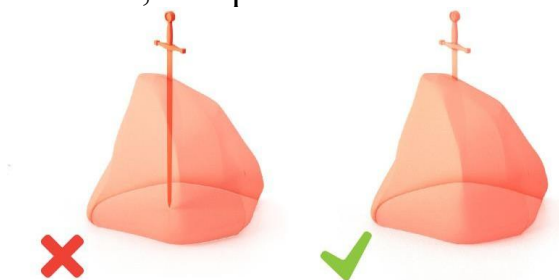

Рис.12. Пересечение поверхностей
3. **Пересечение поверхностей** (рис. 12): модель должна иметь непрерывную внешнюю оболочку, иначе внутри объекта создается поверхность бесконечно малой толщиной стенки, которая не сможет быть напечатана.